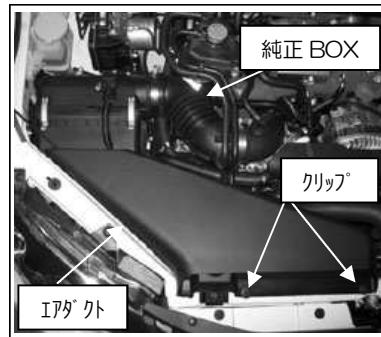

図1
- ①クリップ2箇所を外しエアダクトを取り外します。図1参照